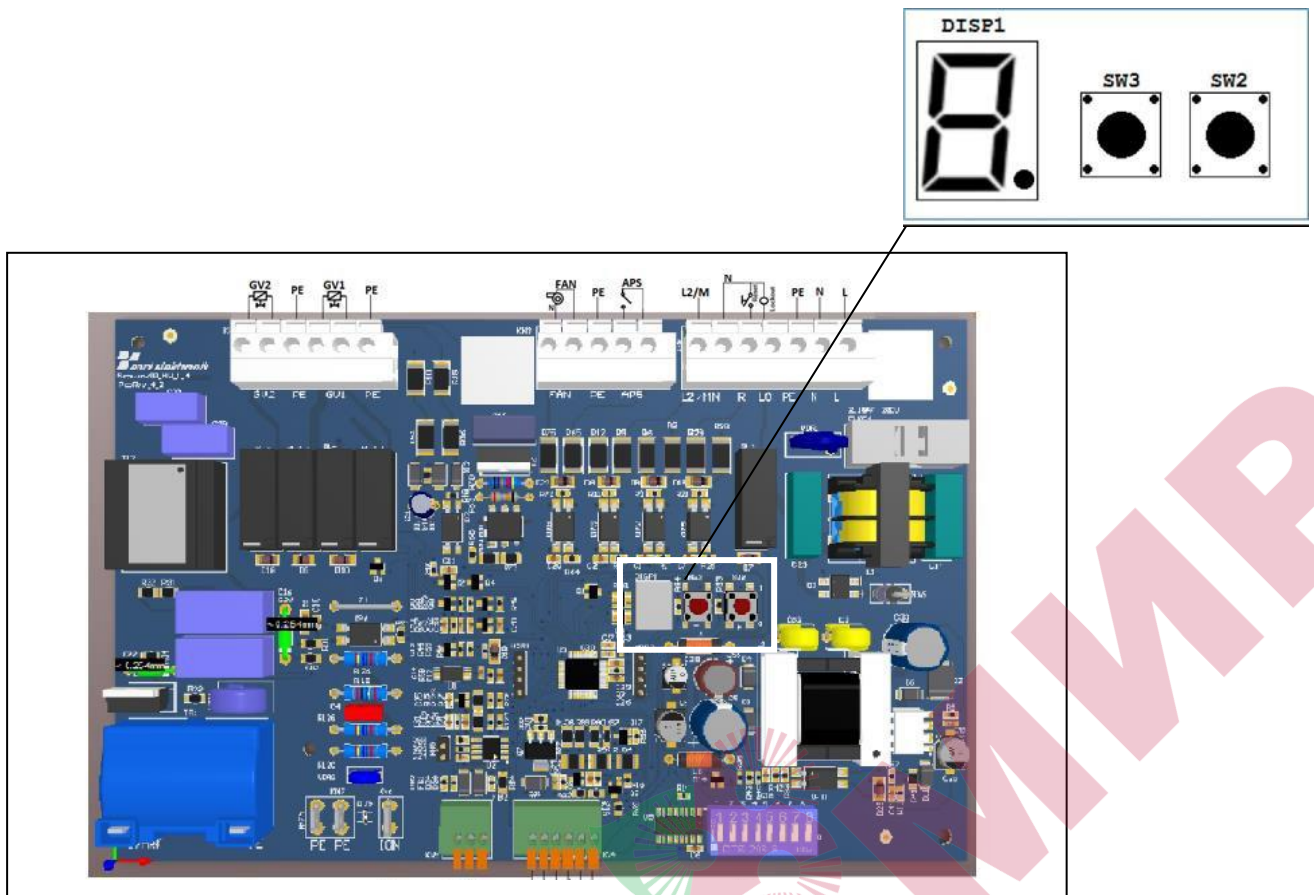

Рисунок 4.3.3 Плата IC 4000/1
4. Выбрать уровень параметра. Для этого нажать одновременно кнопки SW3 (-) и SW2 (+) на плате (рисунок 4.3.3) в течение 3 секунд, пока на 7-сегментном дисплее не отобразится параметр PP01.
6. Выбрать уровень настройки значения. Для этого нажать одновременно на кнопки SW3 и SW2 (рис. 4.3.3) на плате в течение 3 секунд, пока параметр PP03 не замигает. Нажать SW3 (-) или SW2 (+), пока наблюдаемое напряжение не достигнет необходимого минимального значения для фазовой отсечки (180 В, PP03 значение 15).